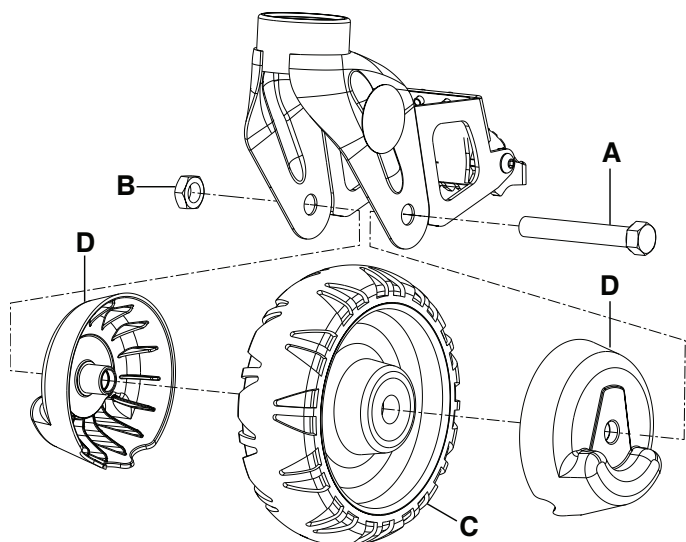
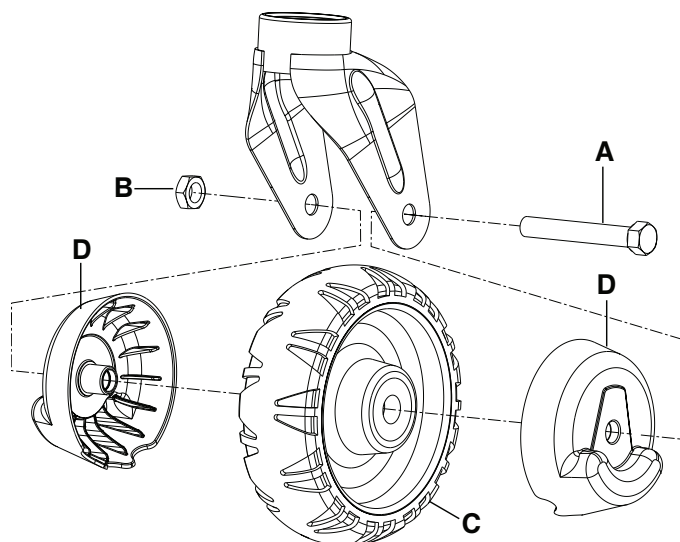

Figura 5 – Ruote barella con cerchi, con fermaruota
Figura 6 – Ruote barella con cerchi, senza fermaruota
4. Allineare due cerchi (6390-001-206) (D) attorno alla ruota, in modo tale che si adattino correttamente su entrambi i lati (Figura 5 o Figura 6).
5. Usando una bussola da 5/8 pollice con una chiave a cricchetto da 3/8 pollice e una chiave combinata da 11/16 pollice, installare la vite a testa esagonale (A) e il dado di bloccaggio superiore (B) (0016-060-000) per fissare la ruota (C) con i cerchi (D) al corno della ruota piroettante (Figura 5 o Figura 6).